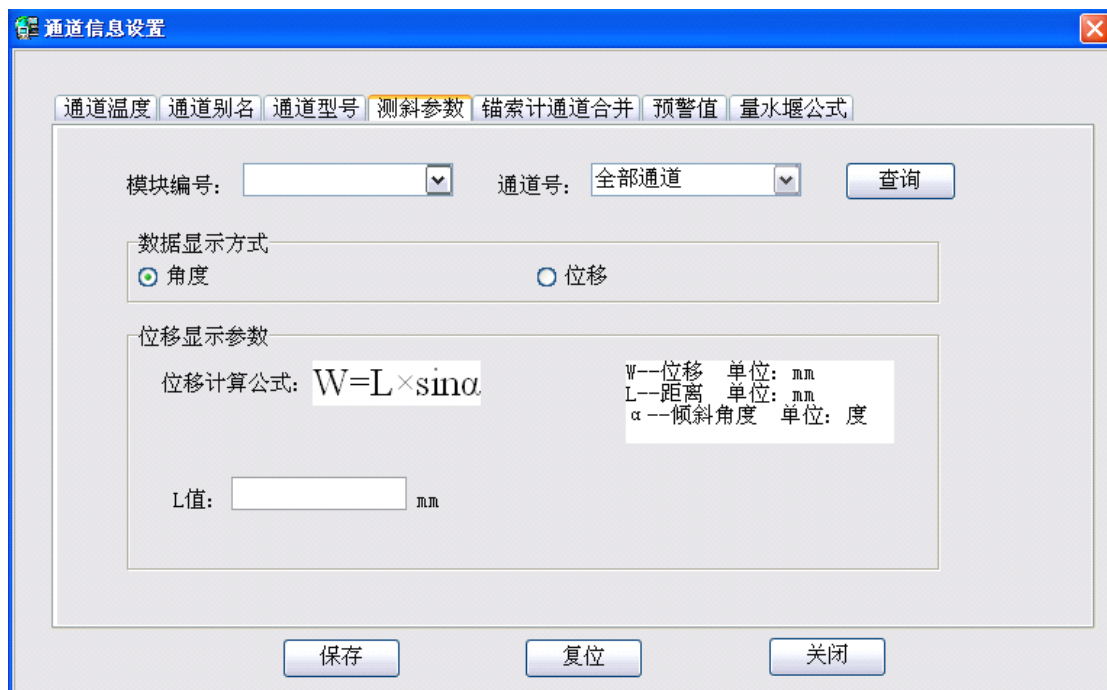

图 14 测斜参数设置
d)测斜参数设置：针对本公司测斜传感器（JMZX-7600Y、JMZX-7700AD、JMZQJ-73xxY、JMQJ-73xxX、JMQJ-74xxY、JMQJ-74xxX）。本公司测斜传感器默认显示倾角值，可以在这项设置中设置显示位移。位移公式中“ α ”即为采集到的倾角值。如图 14。